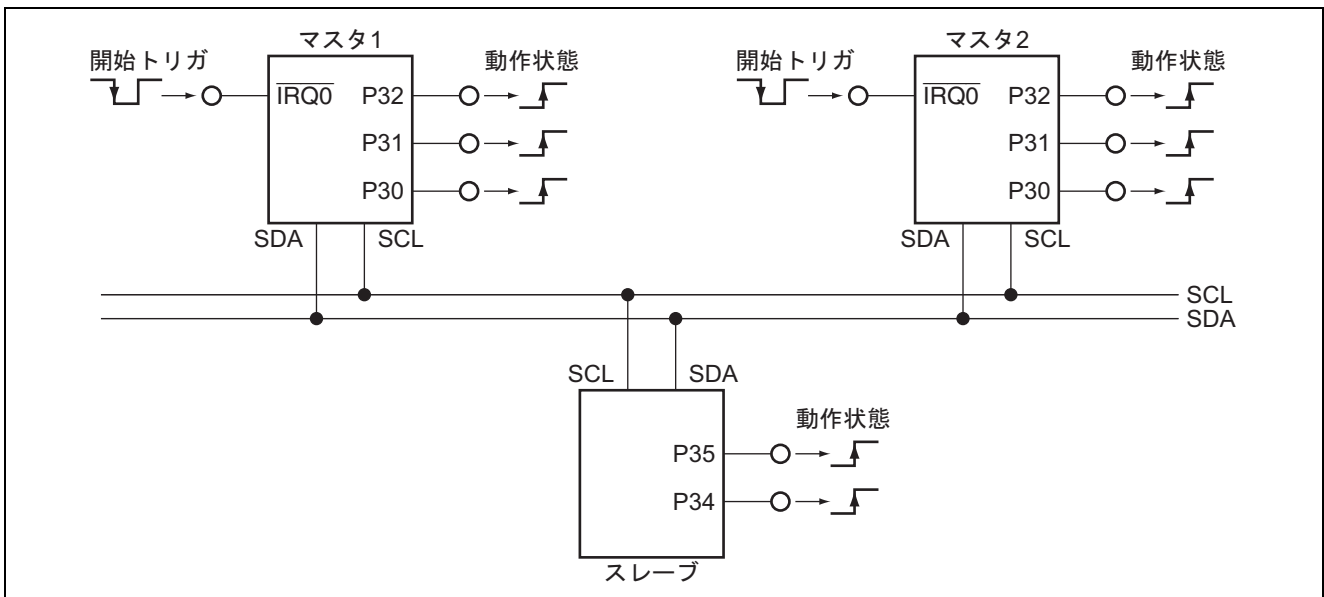

図 1 I²C バスインタフェースマルチマスタモード通信接続図
- 図 1 に I²C バスインタフェースマルチマスタモード通信の接続図を示します。表 1 に各デバイスのスレーブアドレスと SAR_0 レジスタへの設定値を示します。